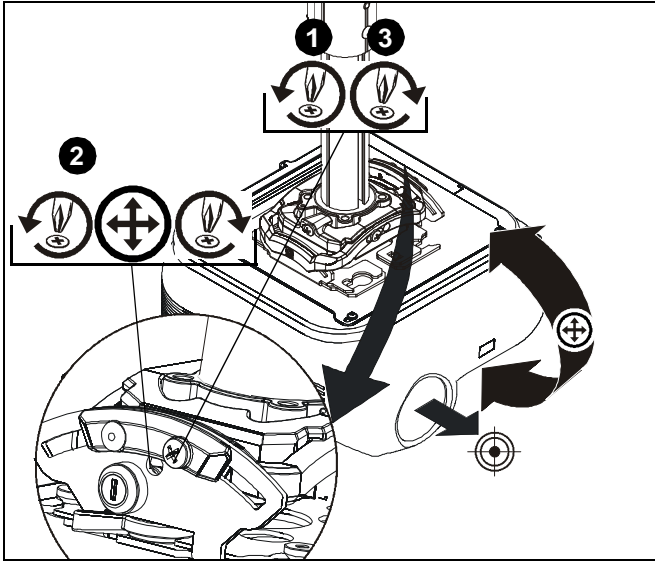

Figure 24
1. Desserrez la vis de blocage du réglage de l'inclinaison à l'aide d'un tournevis Phillips 2. (Voir la Figure 24)
2. Tournez la vis de réglage micrométrique de l'inclinaison vers la droite ou la gauche à l'aide d'un tournevis Phillips 2 jusqu'à ce que l'image soit correctement alignée sur la cible. (Voir la Figure 24)
3. Resserrez la vis de blocage du réglage de l'inclinaison à l'aide d'un tournevis Phillips 2. (Voir la Figure 24)